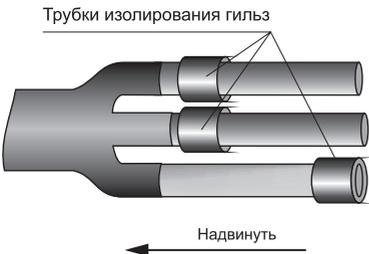

Рисунок 9.
4.21 На жилы одного из кабелей надеть термоусаживаемые трубки для изолирования гильз, сдвинув их к основанию перчатки (рисунок 9).